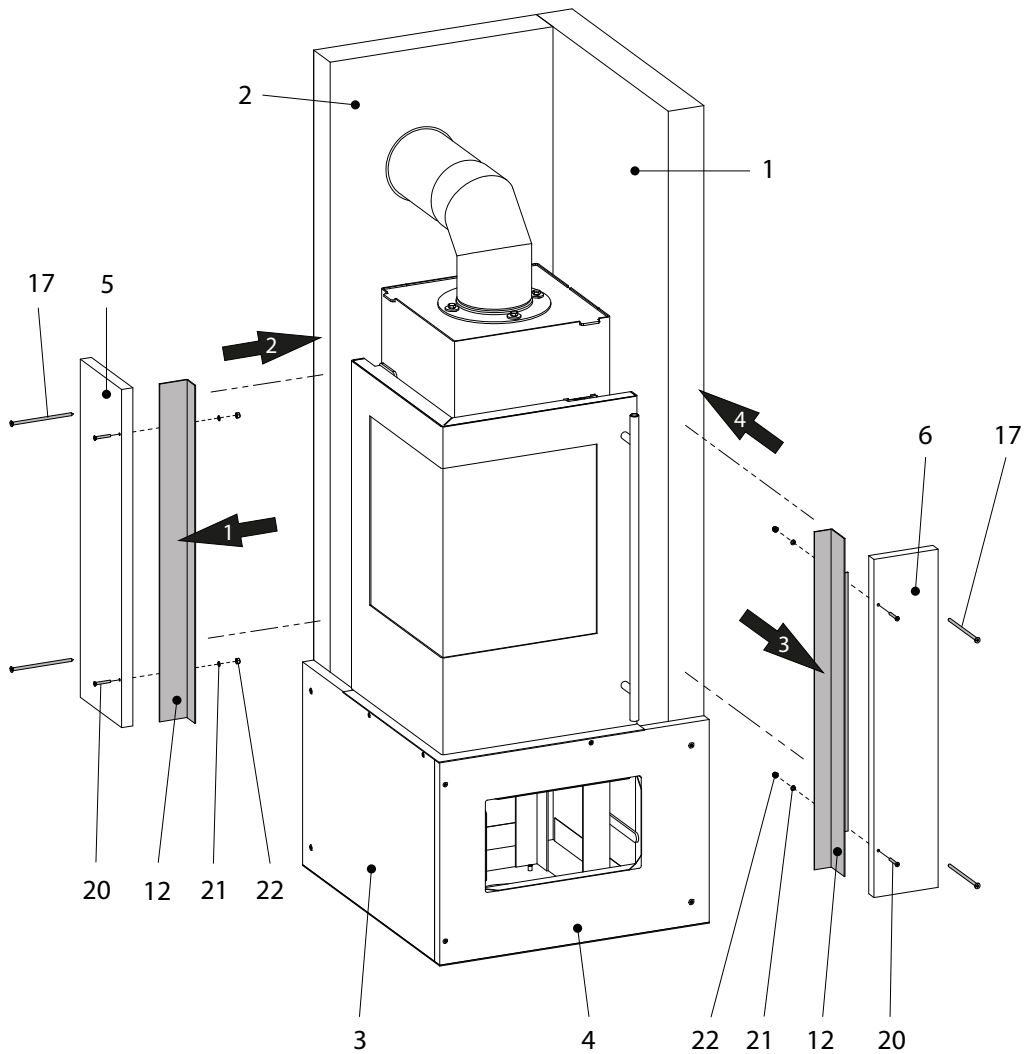

Fig.7
**Vor dem Verkleben der Verkleidung 5 (Fig.7):**
**Vor dem Verkleben der Verkleidung 6 (Fig.7):**